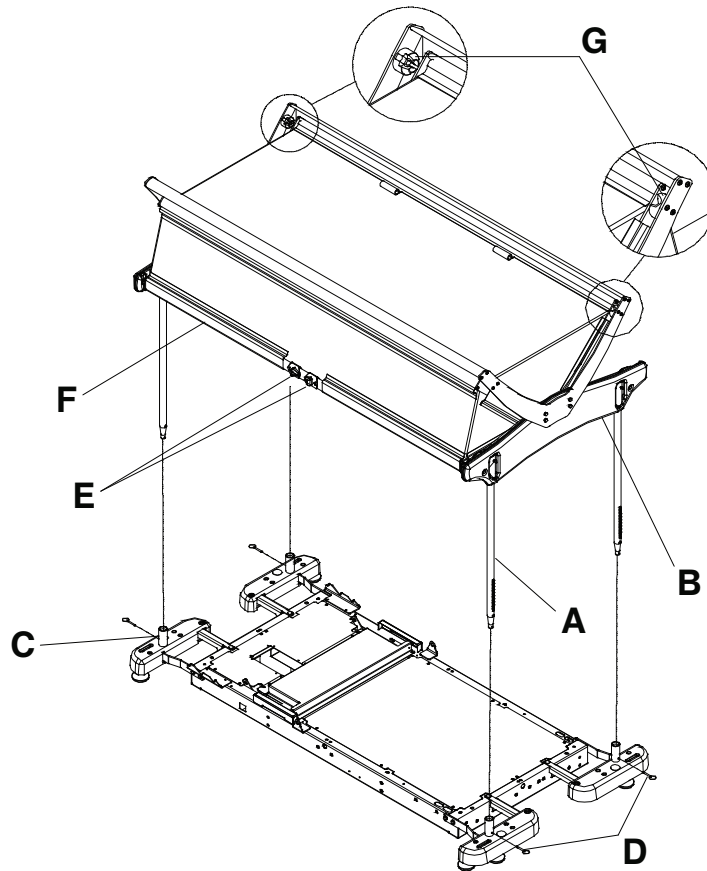

Figura 18 – Cubierta superior protectora con soportes
1. Pulse el pasador de bloqueo situado en la sección superior de cada poste (A) e inserte el poste en la ranura de la estructura de plástico (B) (Figura 18). Repita el proceso con los demás postes.
2. Instale los cuatro postes en los orificios de los soportes de accesorios (C) (Figura 18).
3. Utilizando una llave de combinación de 9/16 pulgadas, fije los postes en los orificios de los soportes de accesorios con los cuatro pasadores de enganche (D) (Figura 18).
1. Para abrir parcialmente la cubierta superior protectora, apriete los dos mandos de liberación (E) y levante la barra inferior (F) hasta pasar los puntos de anclaje (G) (Figura 18). Suelte los mandos y baje la barra hasta que esta quede descansando sobre los puntos de anclaje.
2. Para abrir por completo la cubierta superior protectora, apriete los dos mandos de liberación (E) y levante la barra inferior (F) hasta la altura máxima y suelte los mandos (Figura 18).
3. Para cerrar una cubierta superior protectora parcialmente abierta, levante la barra inferior (F) de los puntos de anclaje (G) y apriete los dos mandos de liberación (E) mientras baja la barra hasta la posición cerrada (Figura 18). Suelte los mandos.
4. Para cerrar una cubierta superior protectora abierta por completo, apriete los dos mandos de liberación (E) y baje la barra inferior (F) hasta la posición cerrada (Figura 18). Suelte los mandos.